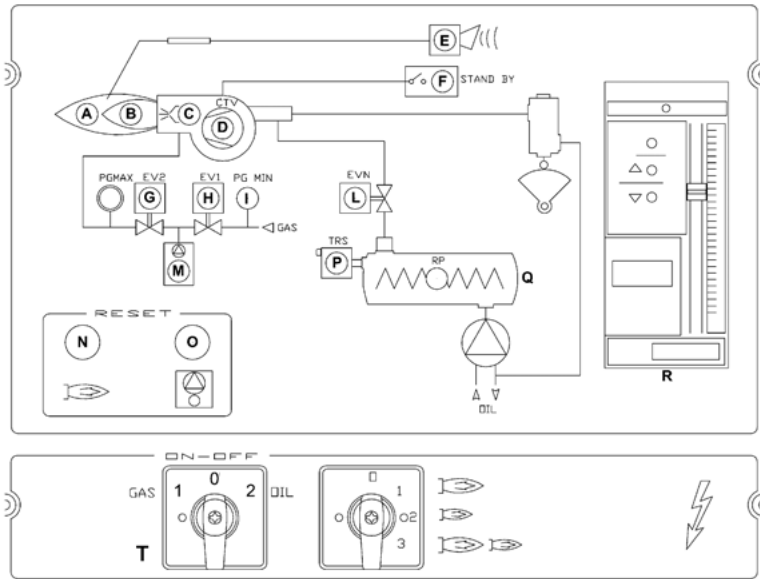
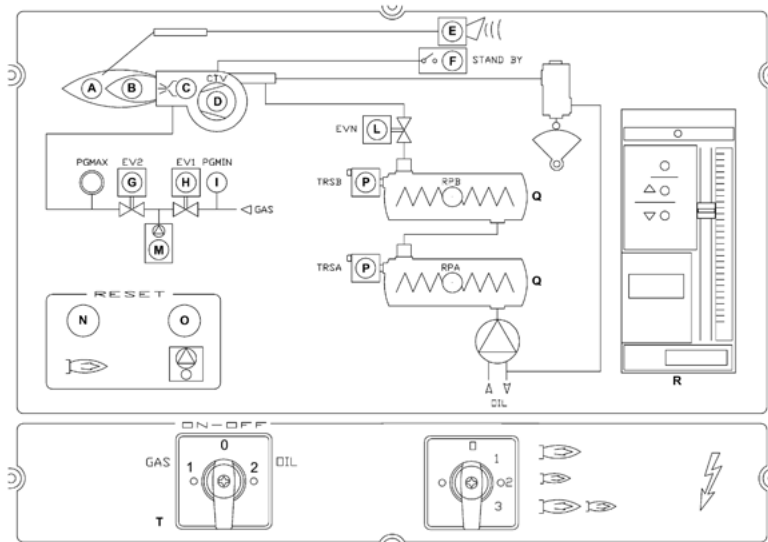

Fig. 40
Fig. 41
- Seleccionar el tipo de combustible mediante el selector T (Fig. 40 - Fig. 41).